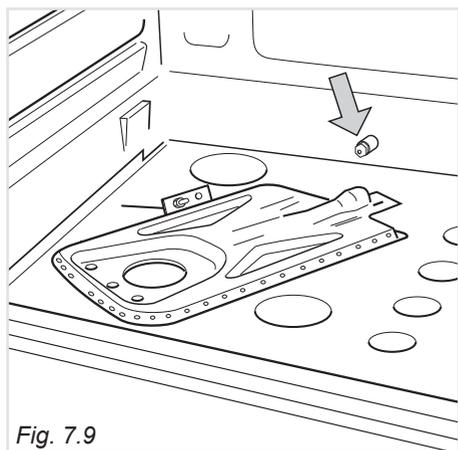

Fig. 7.9
- Con una chiave a tubo da 7 sostituire l'iniettore (fig. 7.9) secondo la "Tabella Iniettori" e rimontare il bruciatore operando a ritroso.